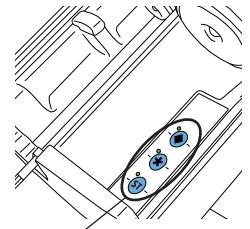

Fig. 7
- ⇒ Aktiver blandeprogrammet ved at trykke på den modsvarende programtast (15, Fig. 7).